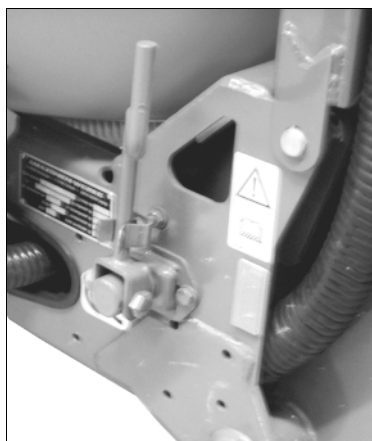

Bild 30
- Vev; spärrad i viloläge (Bild 30).